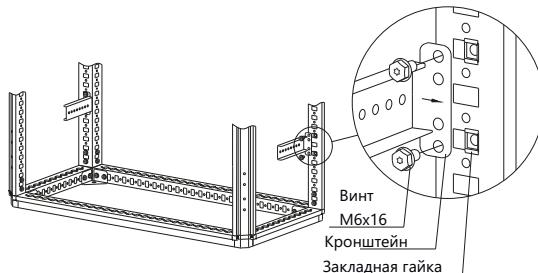

Рисунок 2
– вариант 2. Набором «закладная гайка M6 – винт M6×16 – шайба 6». Для этого предварительно установить закладные гайки в квадратные отверстия вертикальных дополнительных стоек и закрепить кронштейны винтами M6×16 и шайбой 6 (рисунок 2). Момент затяжки – 7 Н·м.